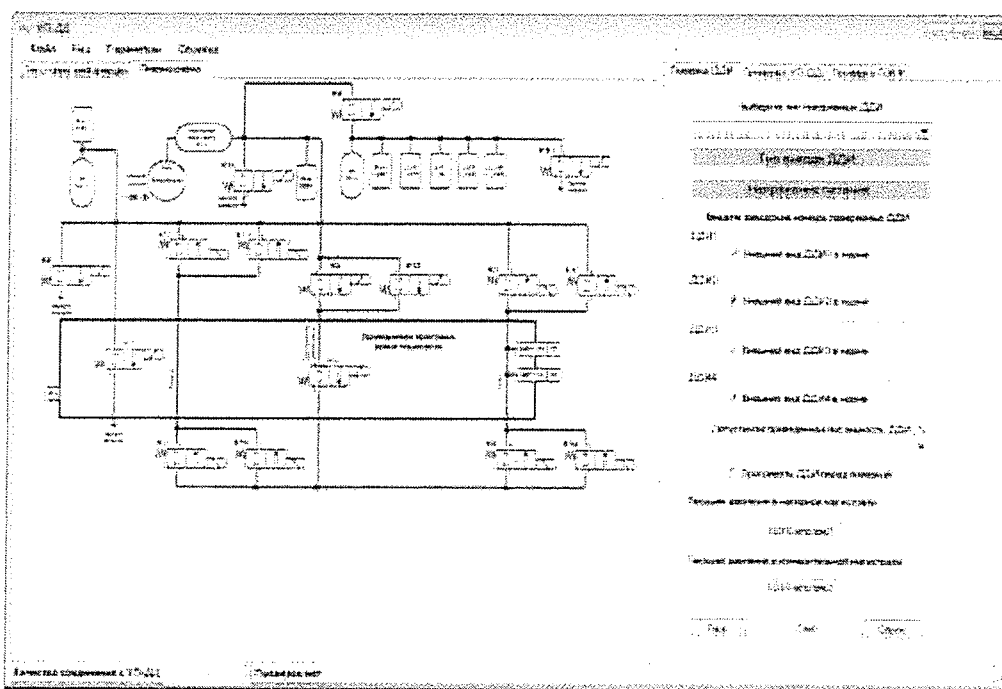

Рисунок 7 - Основное окно программы в автоматическом режиме при проверке ДД-И
1.3.2.1 Основное окно программы в автоматическом режиме работы УП-ДД при проверке ДД-И показано на рисунок 7.
1.3.2.3 Закладка «ПНЕВМОСХЕМА» – отображает текущее положение клапанов УП-ДД (см. рисунок 7).
1.3.2.4 Закладка «ПОВЕРКА ДД-И» – позволяет произвести проверку ДД-И в автоматическом режиме (см. рисунок 7)